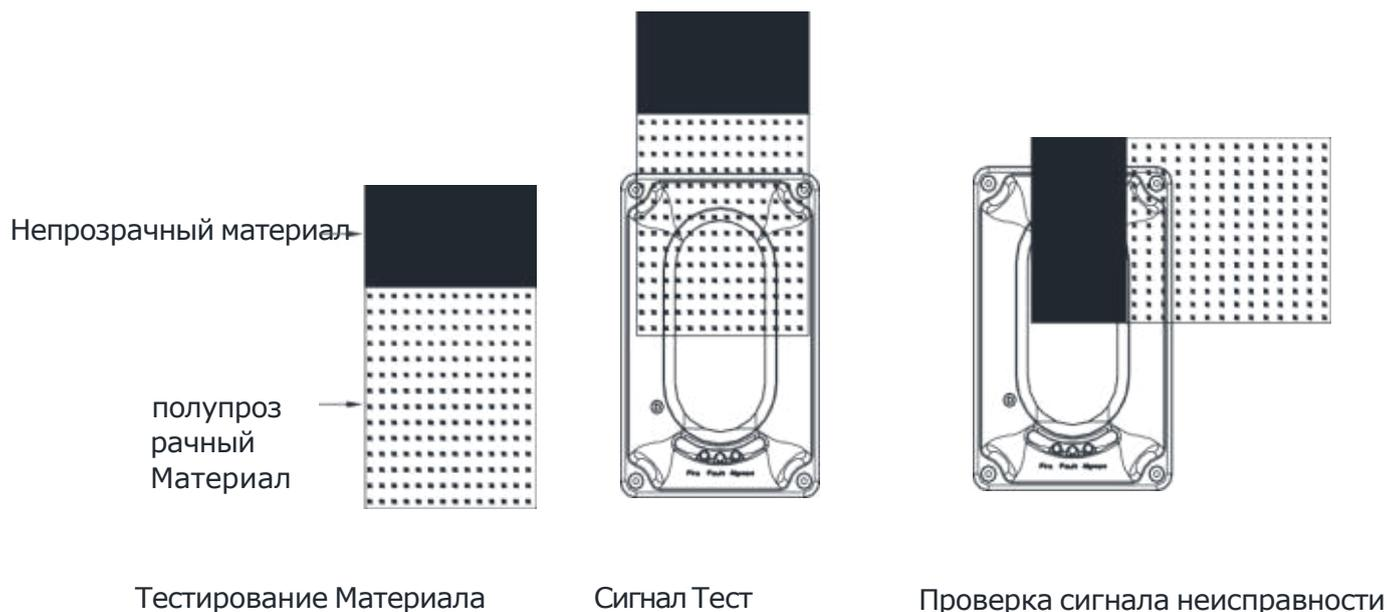

Рисунок 14. Подробности тестирования.
- a. Используя прилагаемые непрозрачные/полупрозрачные материалы, закройте половину детектора луча полупрозрачной частью материала. Менее чем через 30 секунд загорится красный светодиод [Пожар]. Включите постоянный свет, указывая на сигнал «Пожар». [Реле пожарной сигнализации [HJ1 и HJ2] защелкнется и перейдет в нормальное состояние]. См. рисунок 14.